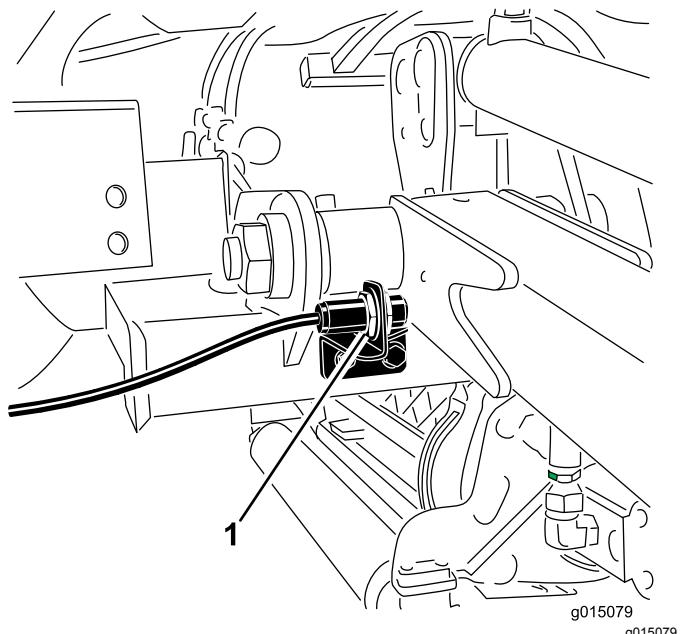

図 59
- 昇降アームスイッチは、前右昇降アームの裏側にあります図 59。
- スイッチの取り付けねじ図 59をゆるめ、スイッチの位置を上げると、昇降アームの旋回高さが高くなり、下げると、昇降アームの旋回高さが低くなる。